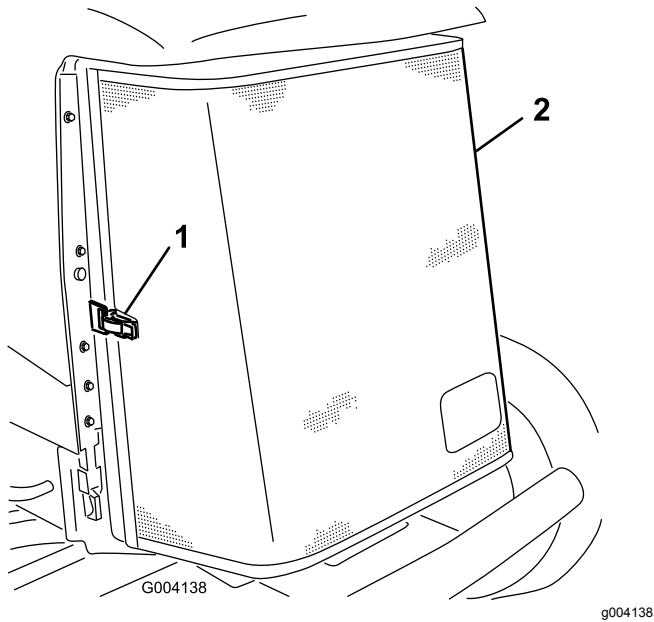

Bild 68
3. Entriegeln Sie den Riegel und drehen Sie das hintere Gitter auf (**Bild 68**).